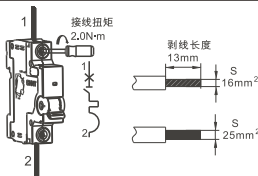

图5 NXB-63E接线方式
5.4 适用于铜导线连接，导线选择见表2，接线方式及剥线长度示意图如图5。